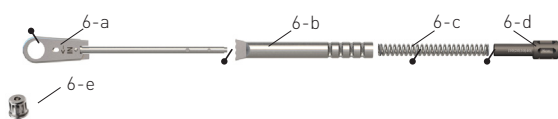

Fig. 6
- 2.1.1 Rimuovere l'inserto mano/cricchetto (fig. 6e) dalla testa del cricchetto (fig. 6-a).
- 2.1.2 Svitare completamente la vite di regolazione (fig. 6-d) dal manico del cricchetto (fig. 6-b).
- 2.1.3 Rimuovere il manico del cricchetto (fig. 6-b) dalla testa (fig. 6-a) e sfilare la molla (fig. 6-c).
- 2.2.1 Prima del montaggio tutti gli elementi devono essere disinfettati, puliti e perfettamente asciutti. Oliare (vedi fig. 6) le parti indicate con il segno ✓. In questo modo viene ridotto l'attrito e l'abrasione tra le parti di metallo. Devono essere usati olii per strumenti (per es. olio in spray a base di paraffina) indicati per la sterilizzazione a vapore e di testata biocompatibilità.
- 2.2.2 Infilare il manico (fig. 6-b) sulla barra della testa (fig. 6-a).
- 2.2.3 Infilare la molla (fig. 6-c) nel manico (fig. 6-b).
- 2.2.4 Avvitare la vite di regolazione (fig. 6-d) nel manico (fig. 6-b) fino ad avvertire la resistenza della molla.
- 2.2.5 Inserire lo strumento voluto (fig. 6-e) nella testa del cricchetto (fig. 6-a).